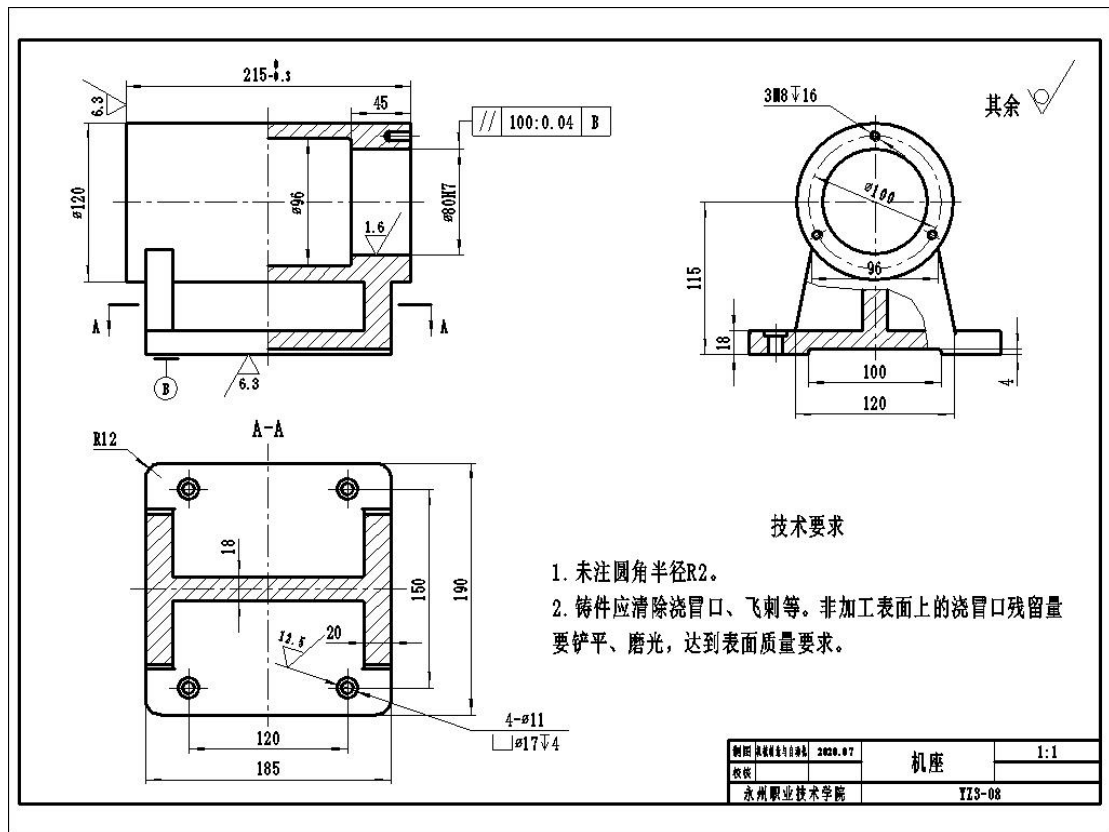

图 3-8 机座零件图
**任务 1:** 识读机座零件图 (如图 3-8 所示), 根据零件图要求, 利用三维设计软件正确绘制草图, 选择合适的特征建模方法完成零件三维造型;